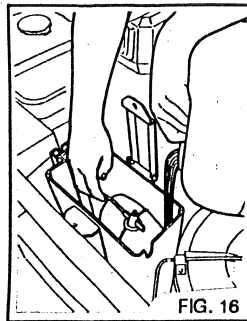

FIG. 16
- 4) Verter en el depósito de agua aproximadamente 3 lts. de anticongelante (fig. 16).